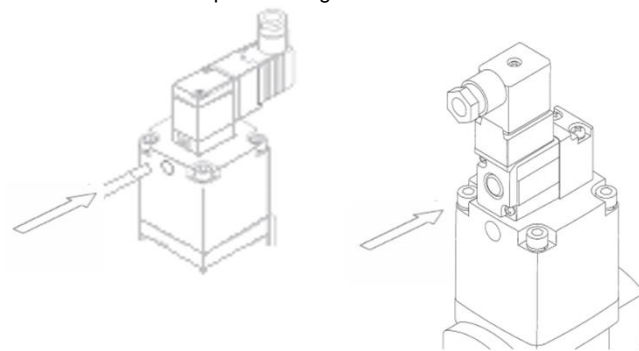

Figure 5. Commande manuelle pour VNA1-4 (gauche) & VNA5-7 (droit)
**VNA1-4** : voir Figure 5. Appuyez sur le bouton de commande manuelle à l'aide d'un petit tournevis à lames jusqu'à ce qu'il se bloque.
**VNA5-7** : aucun outil requis. Voir Figure 5.